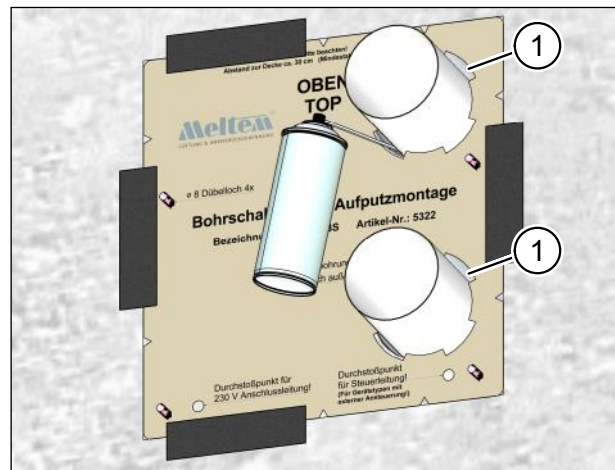

Abb. 16: Lüftungsrohre fixieren
- ▶ Sprühen Sie durch die Aussparungen (Pos. 1 in Abb. 16) beider Bohrschablonen an der Innen- und Außenwand Montageschaum, um die Lüftungsrohre vorläufig zu fixieren.